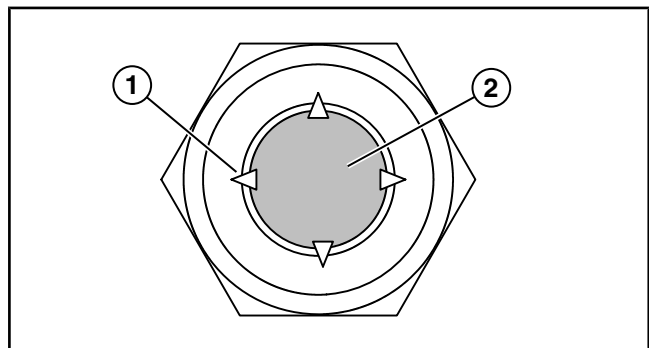

Рисунок 5.00-4: Ограничивающий фильтр
2. Убедитесь в нахождении фильтрующего элемента в крепежной стойке внутри фитинга (см. Рисунок 5.00-4). Замените фитинг фильтра при обнаружении видимых следов повреждений.